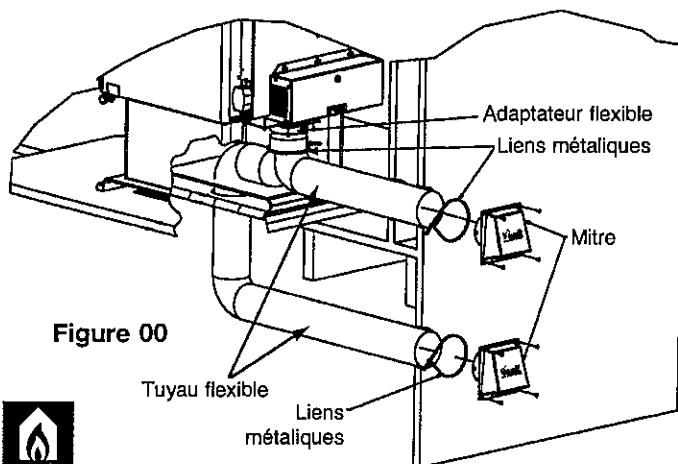

Figure 00
3. Utilisez un tournevis Phillips no 2 pour fixer le tuyau flexible à l'adaptateur flexible du poêle avec un collier de fixation. (Voir figure 00.)